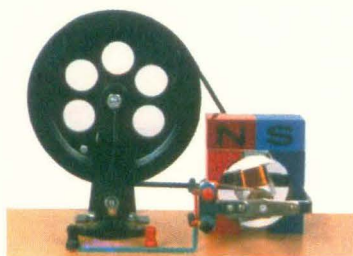

图 2-1-1 手摇发电机
1. 如图 2-1-1 所示，先将手摇发电机模型与小灯泡连接成闭合电路，匀速转动手柄，可以观察到小灯泡亮度有何变化？这说明了什么？